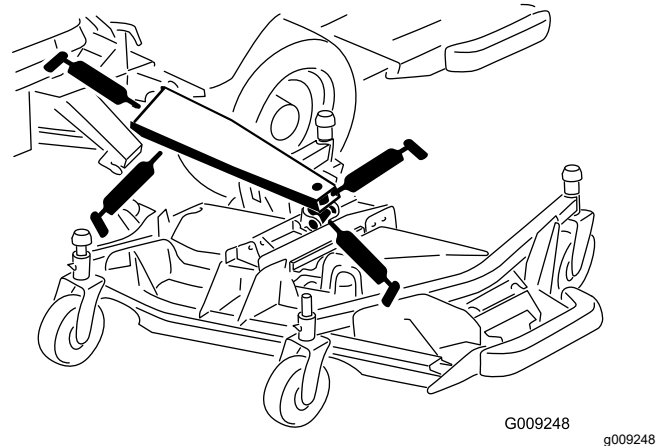

Figure 55
- 3 bagues de bras de levage principal (Figure 55)
- 1 bague de vérin de levage (Figure 55)